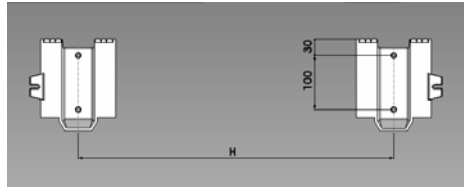
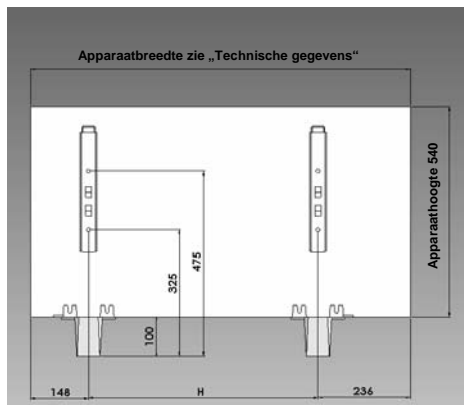

Fig.5 Vloerconsoles van boven
Fig.7 Omkiepbeveiliging / apparaat met vloerconsoles
- Bij montage op vloerconsoles dienen deze eerst met geschikte bevestigingsmiddelen gelijk met de muur op de vloer of op de muur op afstand „H“ met een tolerantie van max. +10 mm (fig. 5 - fig. 7, tabel 3) te worden geschroefd (doorvoergaten in de vloerconsoles 8,5 mm), muurafstanden zie paragraaf „Minimale afstanden“.
De ingekorte muurconsoles (met elk 2 schroeven) met het bijgevoegde resp. geschikte bevestigingsmateriaal midden boven de vloerconsoles (fig. 7) op de opstelmuur aanbrengen (doorvoergaten in de muurconsoles 10 mm).